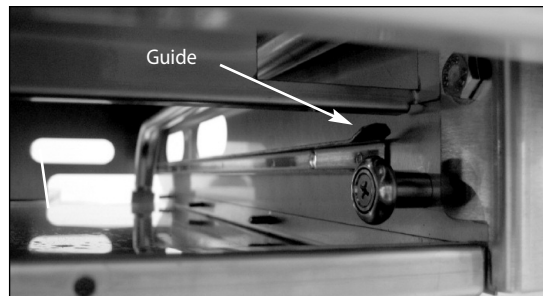

Fig. 62
- Alignez le côté du récipient à graisse sur les guides (Fig. 62).